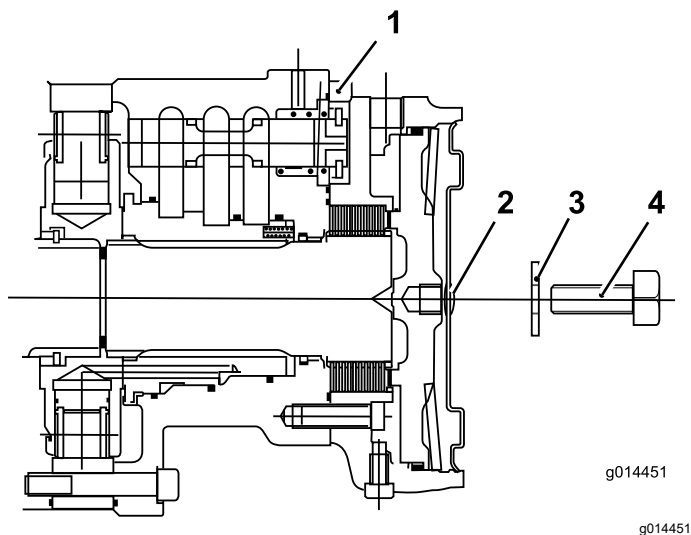

Figura 36
7. Inserite un bullone (12 x 40 mm) e una rondella (12 mm) nel foro al centro della piastra terminale del motore (Figura 36).
8. Serrate il bullone nel foro filettato del pistone del freno fino a sbloccare il freno (Figura 36).